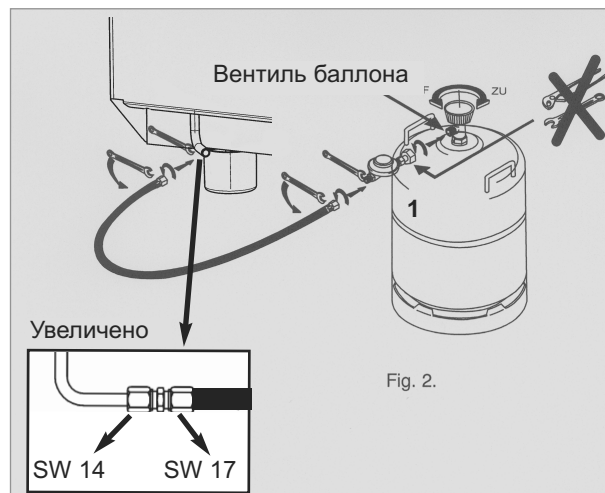

Рис. 3
- Несъёмный регулятор давления (1), Рис. 3, (газовый редуктор) должен быть встроен в подведённую к холодильнику магистраль. Не допускается эксплуатация холодильника с иным давлением, чем указано на его табличке модели.